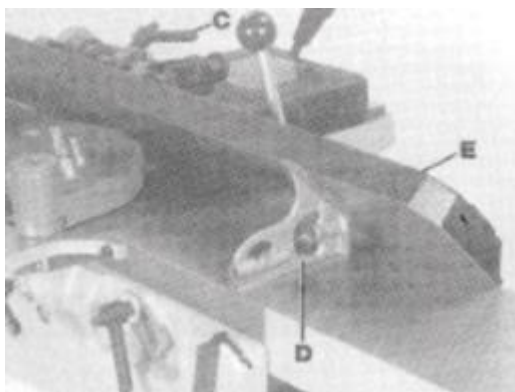

Рис. 22 Неподвижный упор на 45 градусов внутри
Для проверки точности неподвижных упоров при внутреннем угле наклона 45 градусов поместите ограждение (E), Рис. 22, как можно дальше внутрь.
1. Ослабьте фиксирующую ручку (C), Рис. 22.